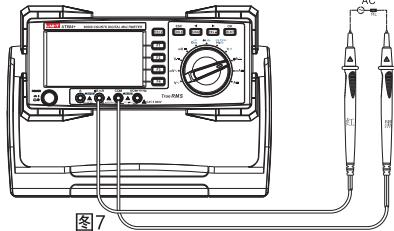

图7
- (1) 将红表笔插入“ $\mu\text{A mA}$ ”或“ $\text{A}$ ”插孔，黑表笔插入“ $\text{COM}$ ”插孔。
- (2) 将仪表的旋转开关转到  $\mu\text{A}\text{~A}$  或  $\text{mA}\text{~A}$  或  $\text{A}\text{~A}$ ，按SEECT键选择所需测量的交流，如图7，将仪表表笔串联待测回路中。